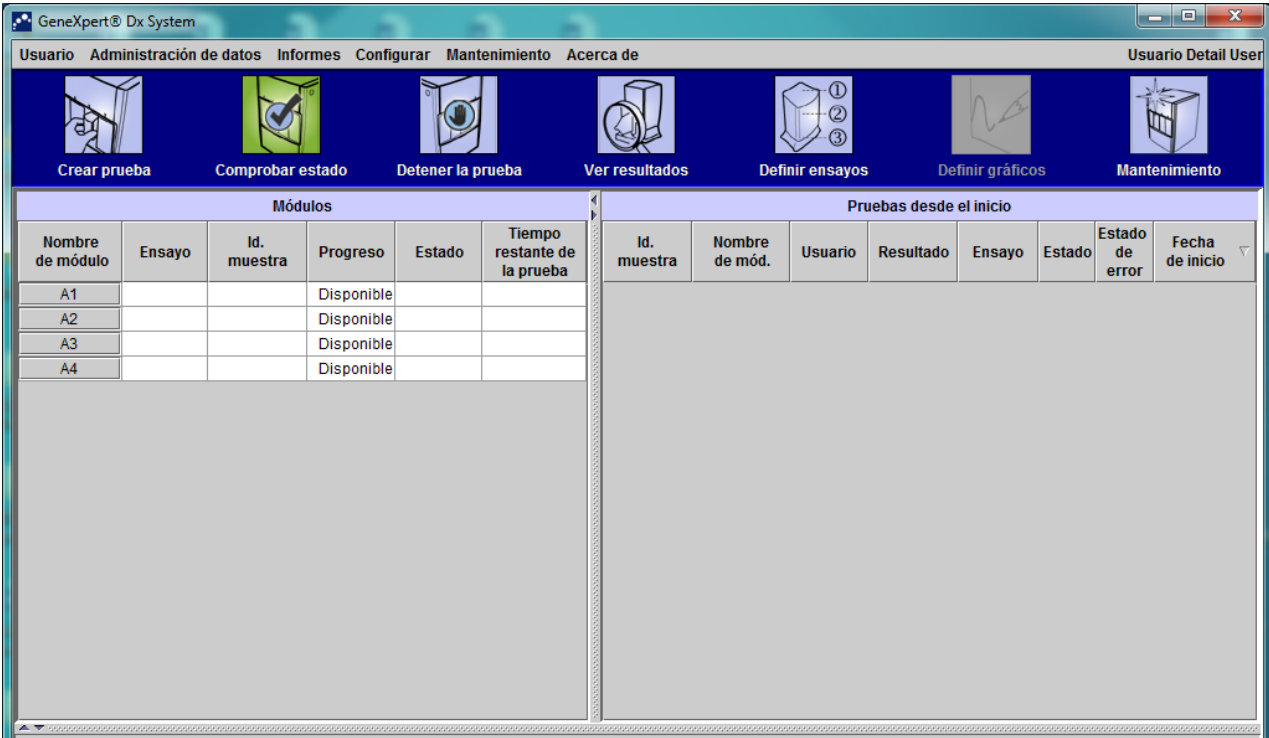

Figura 5-113. Pantalla de inicio del GeneXpert Dx
- 1. En la pantalla de inicio del sistema GeneXpert Dx, seleccione el botón **Create Test (Crear prueba)**. Consulte la figura 5-113.